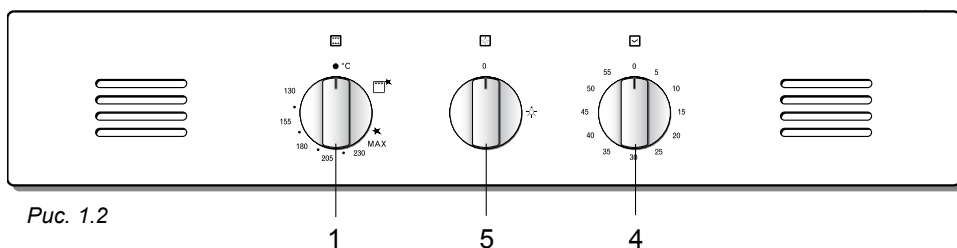
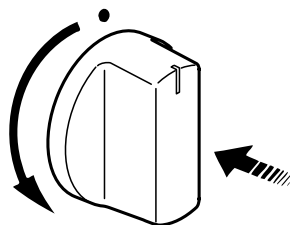

Рис. 1.2
Рис. 1.3
- 2 – Для электрического розжига вдавите до конца регулятор (Рис. 1.2) и, удерживая в таком положении, поверните его против часовой стрелки (Рис. 1.3) до положения **MAX**.